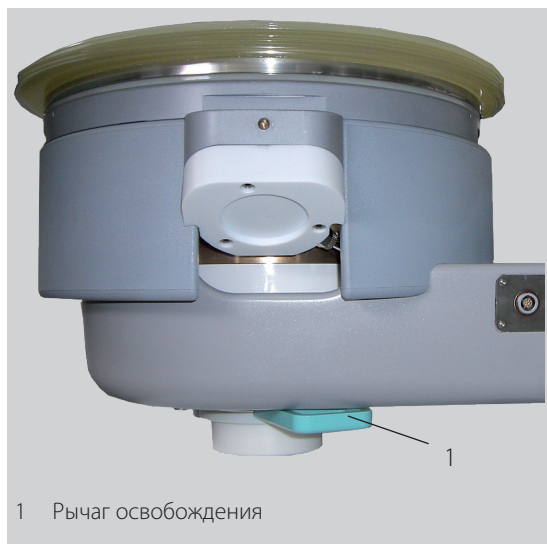

Рис. 13-20 Рычаг освобождения для удаления прицельной предкамеры
- Взять крышку одной рукой и вытащить рычаг освобождения другой (Рис. 13-20).